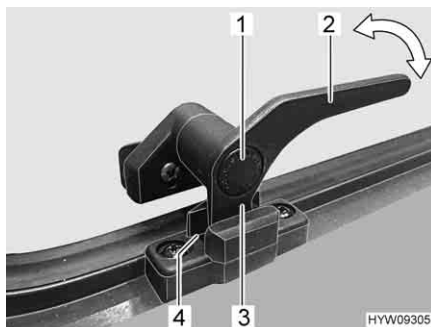

Fig. 51 Leva di serraggio (posizione "Aerazione continua")
- In posizione di "Aerazione continua" (Fig. 51)
- Premere il bottone di sicurezza (Fig. 51,1) e mantenerlo premuto.
- Ruotare la leva di serraggio (Fig. 51,3) di un quarto di giro verso il centro della finestra.
- Girare nuovamente all'indietro la leva di serraggio. Riportare contemporaneamente il nasello di chiusura (Fig. 51,3) della leva di serraggio nella rientranza della chiusura della finestra (Fig. 51,4).
- Rilasciare il bottone di sicurezza (Fig. 51,1).